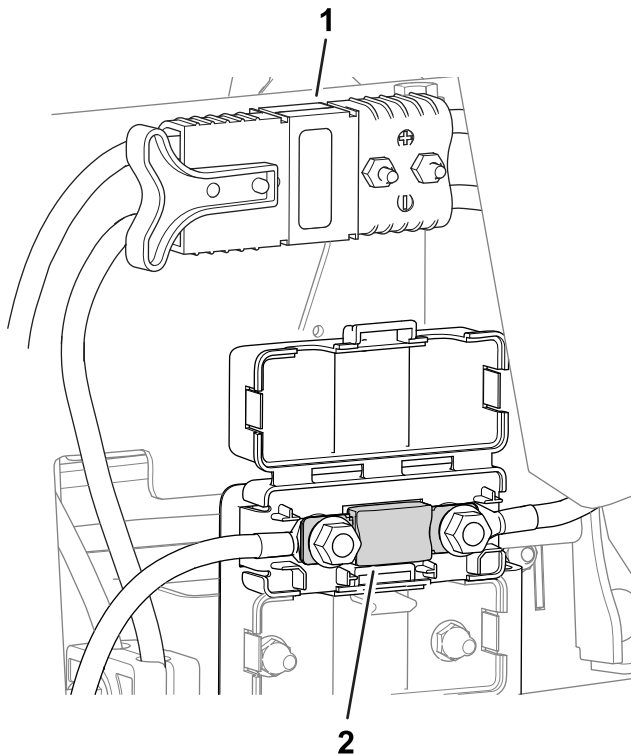

Figure 47
- Le fusible du système électrique se trouve sous les connecteurs principaux (Figure 47).